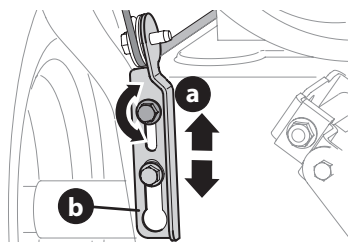

Figure 54
- Laissez les tarières tourner pendant dix (10) secondes avant de relâcher la commande des tarières. Répétez cette étape plusieurs fois.
- Pour ajuster le câble de cette commande, desserrez le boulon hexagonal supérieur (a). Voir Figure 54.
- Déplacez le support du câble vers le haut (b) pour desserrer le câble (ou vers le bas pour serrer le câble). Voir Figure 54.